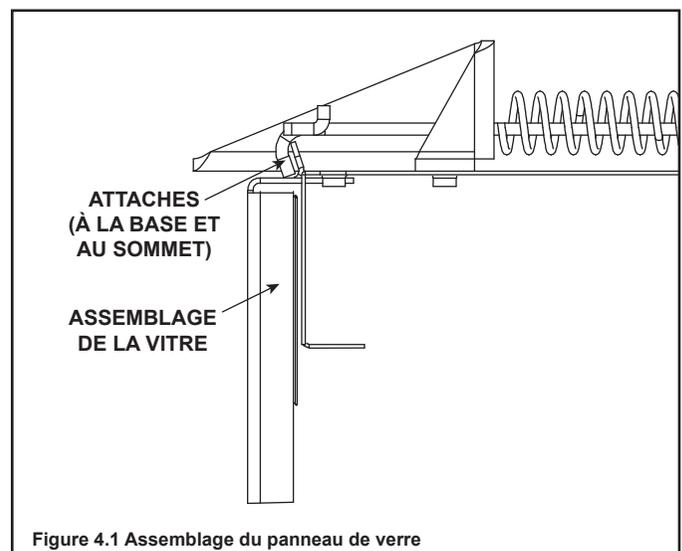

Figure 4.1 Assemblage du panneau de verre
- Sortez les quatre verrous du panneau de verre fixe hors de son cadre. Enlevez l'assemblage de la vitre de l'appareil. Voir la figure 4.1.